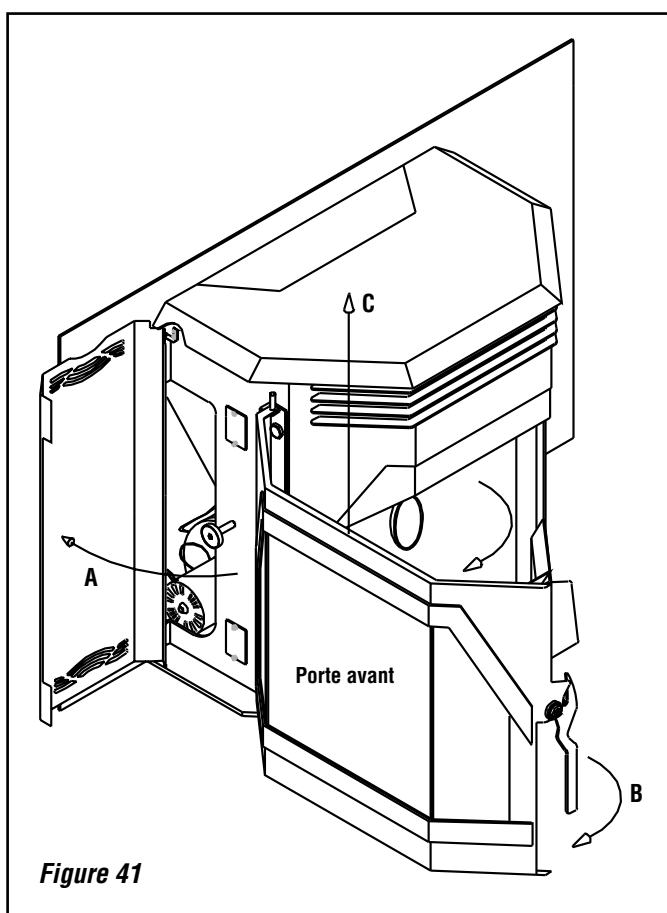

Figure 41
Pour retirer la porte, ouvrir les portes gauche et droite (A). Tirer la poignée B de la porte avant vers soi et ouvrir la porte avant. Soulever la porte avant pour la dégager de ses charnières comme illustré à la **figure 41** (repère C). Pour réinstaller la porte, reprendre cette procédure dans le sens inverse.